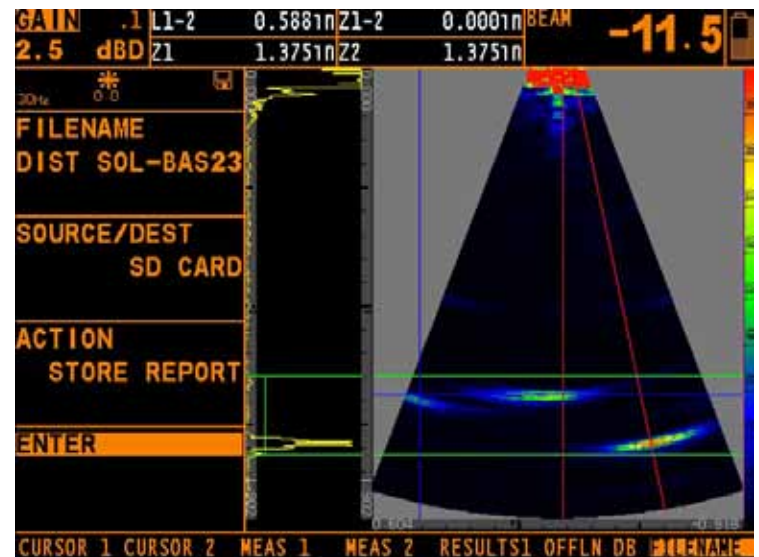

Fig. 10 Imagen del Barrido Sectorial con el cursor a -11.5° , tocando parte de la corona de la soldadura.
b) En la fig. 10 se puede ver la distancia entre la indicación de donde termina la fusión de la soldadura y parte de la corona de la soldadura (fig. 11).